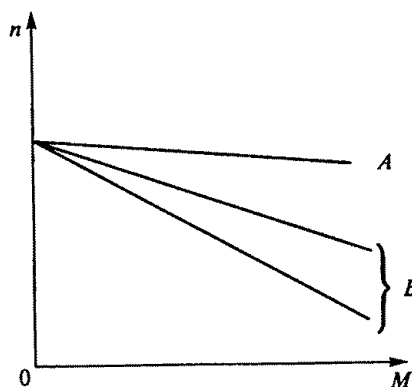

Рис. 247
10.52. Какому способу регулирования скорости вращения двигателя параллельного возбуждения соответствуют механические характеристики B , показанные на рис. 247, если до этого он работал по естественной характеристике A ?